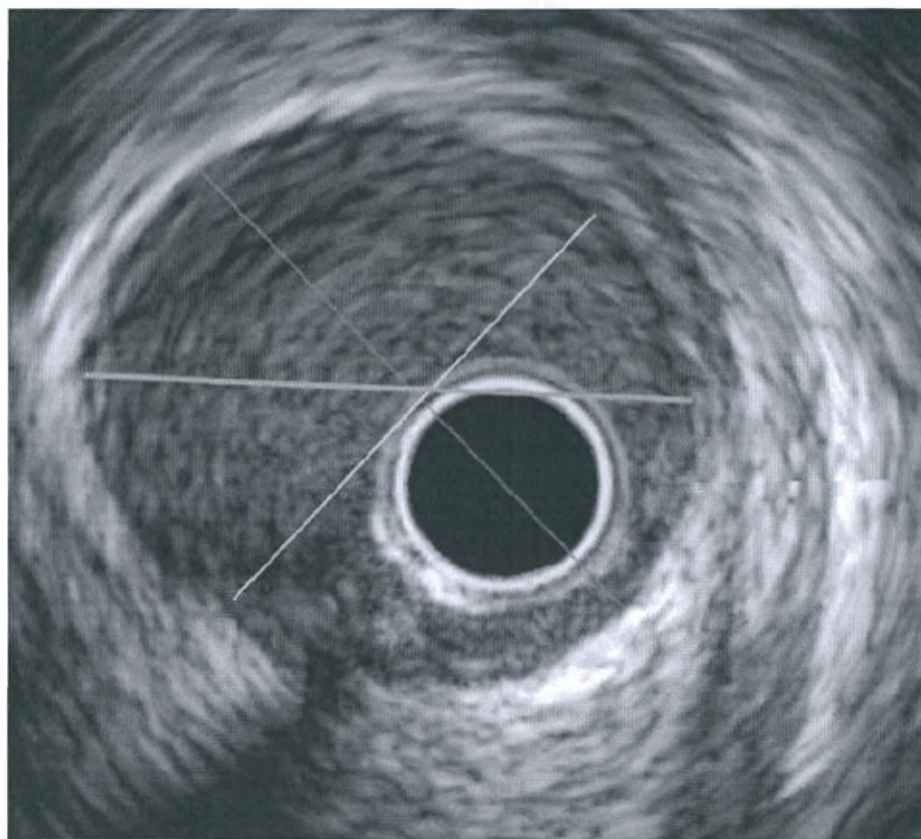

Рисунок 2–64. Пример линий измерения расстояния
- 2 По желанию снова задайте точки начала и конца. Линия каждого измерения будет иметь свой цвет. См. Рисунок 2–64.